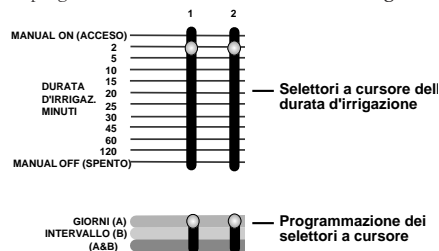

FIGURA 9: Selettori a cursore
- Impostare il selettore a cursore di programmazione per tutte le stazioni da assegnare al programma A o B o ad entrambi [vedere Figura 9].